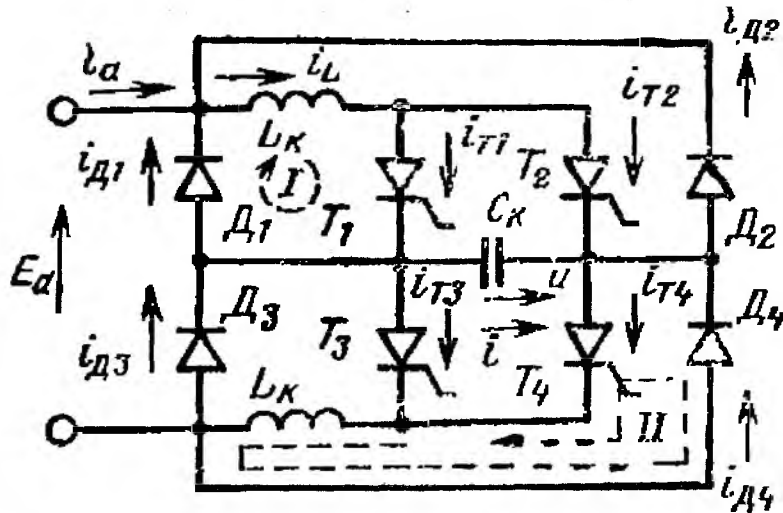

Рис. 18. Схема ненагруженного однофазного мостового инвертора
22. Построить кривые напряжения u и тока i_L ненагруженного однофазного мостового инвертора (рис. 18), если $E_d = 10$ В, $f = 100$ Гц, $L_K = 1$ мГн, $C_K = 0,1$ мкФ. Вентили идеальные.